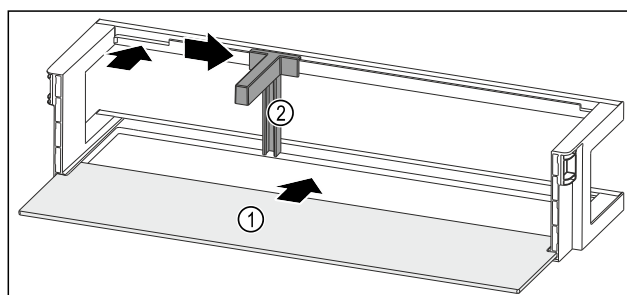

Fig. 234 Polica u vratima s policom za odlaganje
- Umetnite policu Fig. 234 (1) u bočna udubljenja.
- Držać za boce Fig. 234 (2) umetnite u otvor.
- Držać za boce Fig. 234 (2) pogurnite u željeni položaj na stranu.